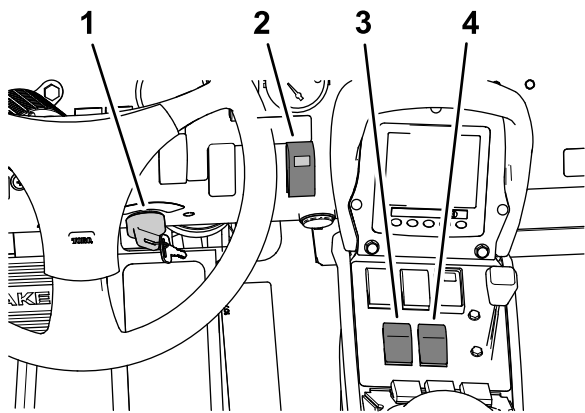
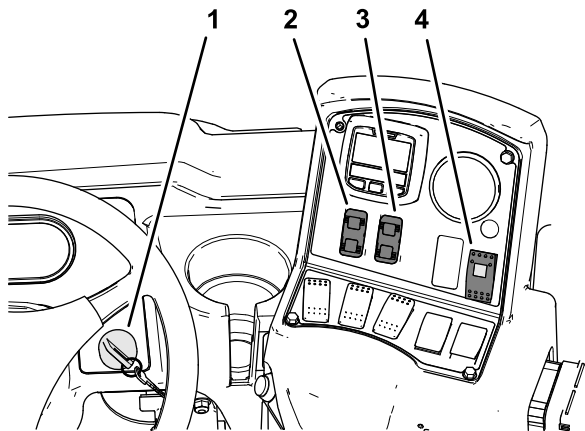

図 44
図 45
注 ソニックブームのインジケータランプ 図 43、図 44、図 45 はソニックブームのスイッチについているランプで、システムの状態を以下のパターンで表示します
1. ソニックブームのスイッチ(図 43、図 44または図 45)を ON 位置にする。
2. ブーム昇降スイッチ 図 43、図 44または図 45を操作して希望する高さまでブームを降ろす。
注 自動運転中に、ブーム昇降スイッチ 図 43、図 44または図 45を使うとその間だけ手動優先になります。
4. 自動モードに戻るには、ブーム昇降スイッチを下降側に軽く押し 図 43、図 44または図 45。するとコントロールがブーム先端の高さを希望する高さに動かす。
1. ソニックブームのスイッチ(図 43、図 44または図 45)を OFF 位置にする。
2. 左右のブームコントロールスイッチを使って各ブーム 図 43、図 44または図 45の高さを調整する。